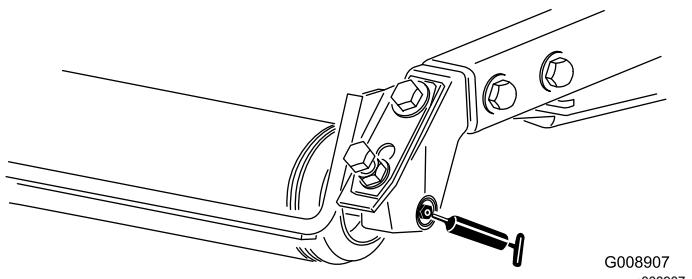

Рисунок 38
- Задние роликоподшипники (по 2 шт. на режущий блок) —Рисунок 38